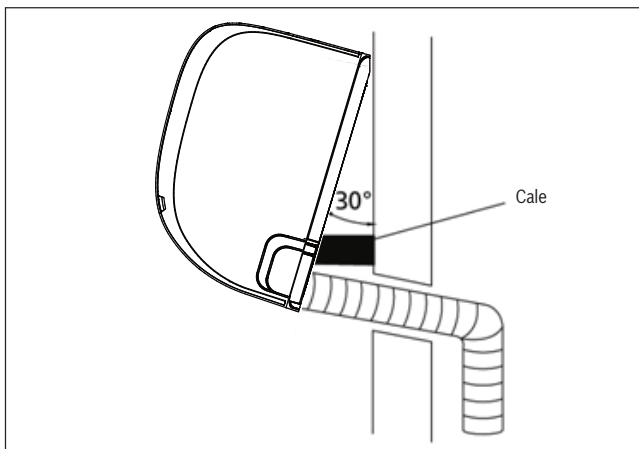

Fig. 18.
2. Utiliser une console ou une cale pour relever l'unité, créant ainsi un espace suffisant pour procéder au branchement des tuyaux de liquide de refroidissement, du câble de communication et du tuyau d'évacuation. Se référer à la **fig. 18** à titre d'exemple.